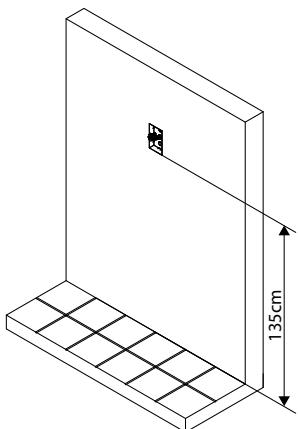

Fig. 1
1. En protégeant les trous de fixation du vidéophone à la boîte d'encastrement, cloisonnez la boîte d'encastrement en position verticale en laissant environ 135 cm entre la partie inférieure de la boîte et le sol comme indiqué sur **Fig. 1** ;